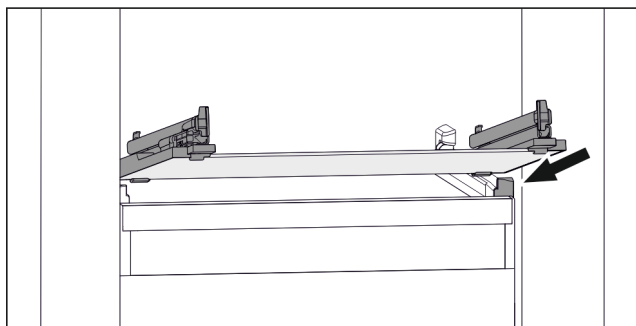

Fig. 79 Przykładowa prezentacja płyty szklanej
- ▶ Założyć płytę szklaną pod skosem za stoperami. (patrz Fig. 79)